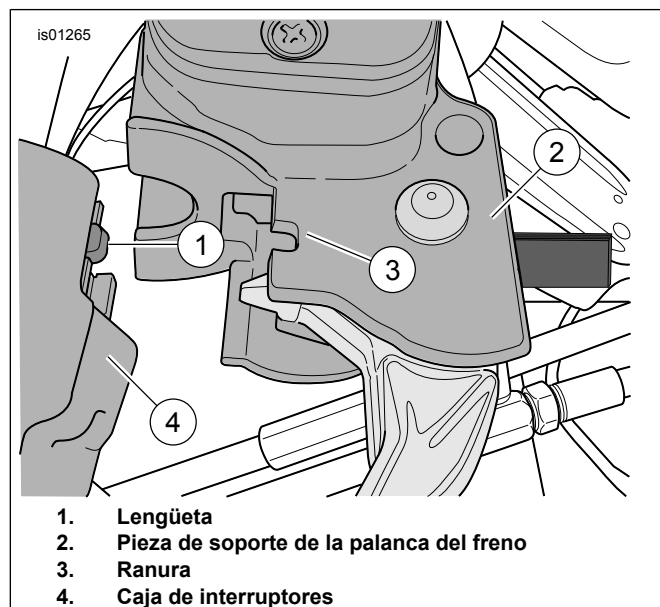

Figura 9. Pieza de soporte de la palanca del freno a la caja de interruptores
5. Vea Figura 9. Coloque el conjunto de la palanca/bomba del freno en el interior del conjunto de las cajas de interruptores (4) enganchando la lengüeta (1) de la caja inferior de interruptores en la ranura (3) en la parte superior de la pieza de soporte de la palanca del freno (2).